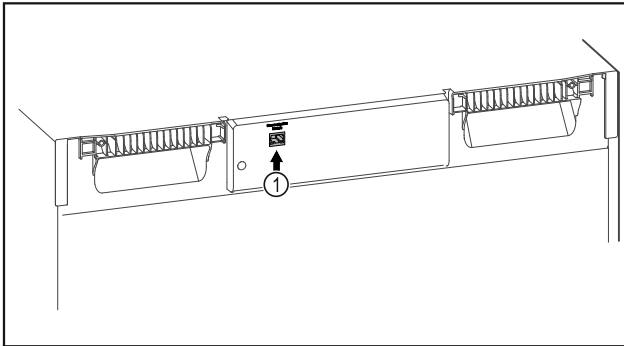

Fig. 110
- ❑ SmartModule Fig. 110 (1) ist eingesetzt.